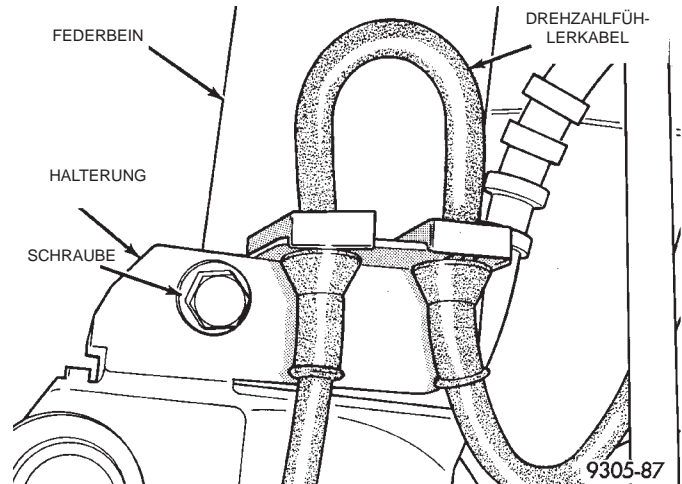

Abb. 4 Halterung/Drehzahlfühlerkabel
(5) Die Halterung für das Drehzahlfühlerkabel vom Federbein abbauen (Abb. 4).